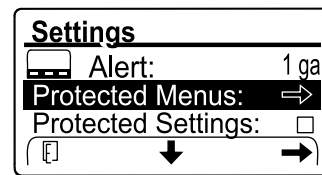

Figura 108
- Introduceți codul PIN pentru opțiunea PROTECTED MENUS (Meniuri protejate) (Figura 108), consultați Accesarea meniurilor protejate (Pagină 22).